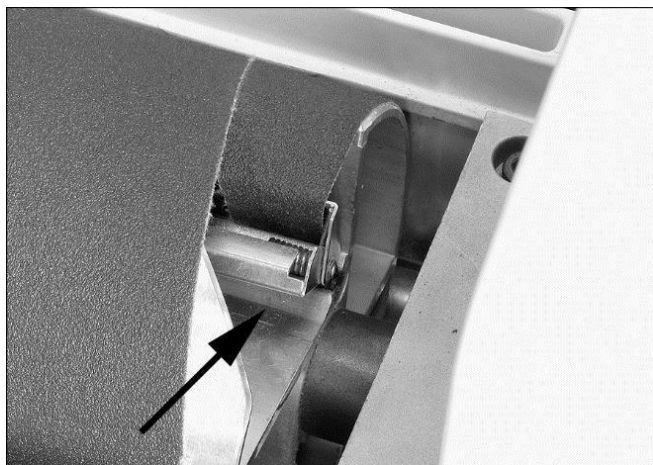

Рис. 6-9
4. Нажмите на внутренний рычаг фиксатора намотки (рис. 6-9) и вставьте задний конец ленты как можно дальше. При необходимости сделайте косой срез шлифовальной ленты.